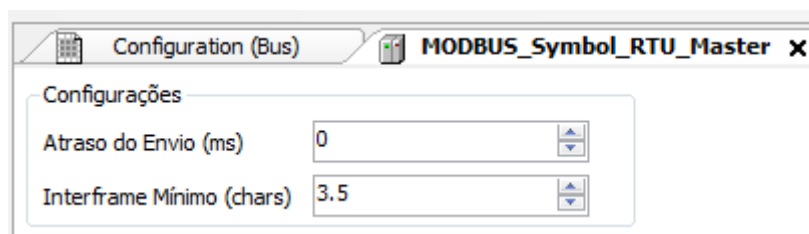

Figura 70: Tela de Configuração Parâmetros Gerais MODBUS RTU Mestre
- Configurar os parâmetros gerais do protocolo MODBUS Mestre, como: tempos de atraso de envio e interframe mínimo como na Figura 70.